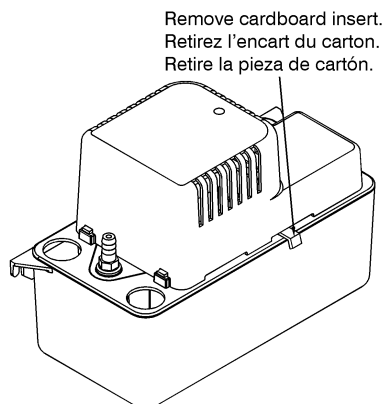

Figure 1
2. Carefully unpack the pump. Remove the cardboard packing from the motor cover air slots. Carefully slide the packing away from the pump. This packing is used to prevent switch movement during shipment (Figure 1).
2. Déballer la pompe avec précaution en faisant glisser l'emballage. Enlever l'emballage de carton des fentes d'aération qui se trouvent sur le couvercle du moteur. Cet emballage est destiné à éviter le mouvement des commutateurs pendant le transport (Figure 1).